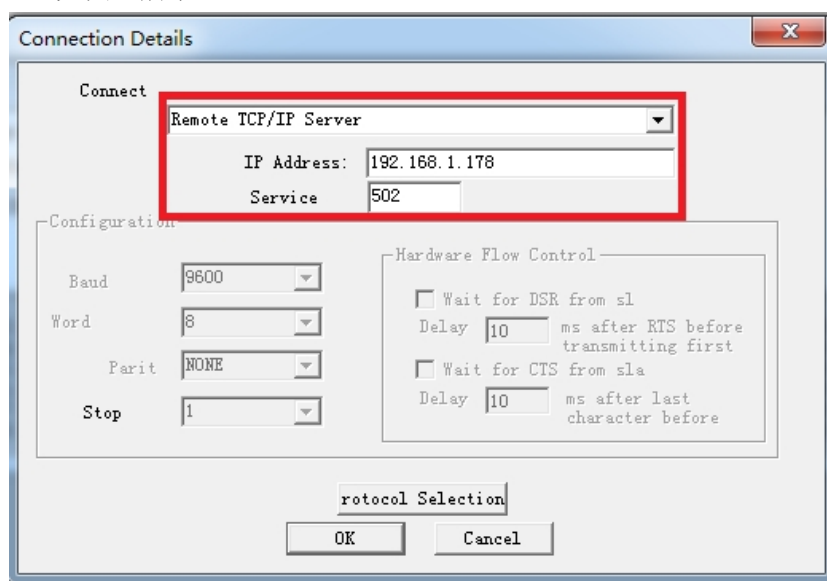

图 1
①、该项对应存储区的软元件编号为十六进制数，需将其转化为十进制数进行运算，例如 Y0A，则 $m=A$ ，转化为十进制为 10，计算公式为： $010001+10=010011$ 。在 Modbus 的对应地址为 0 区的 010011 地址。
②、该项对应存储区的软元件编号为十进制数，直接进行运算，例如 M18，则 $m=18$ ，计算公式为： $020001+18=020019$ 。在 Modbus 的对应地址为 0 区的 020019 地址。
- 选择菜单 Connection/Connect，选择 Remote TCP/IP Server，输入 TK 6000-A 的 IP 地址，Service 端口为 502；点击[OK]按钮，如图 1 所示。